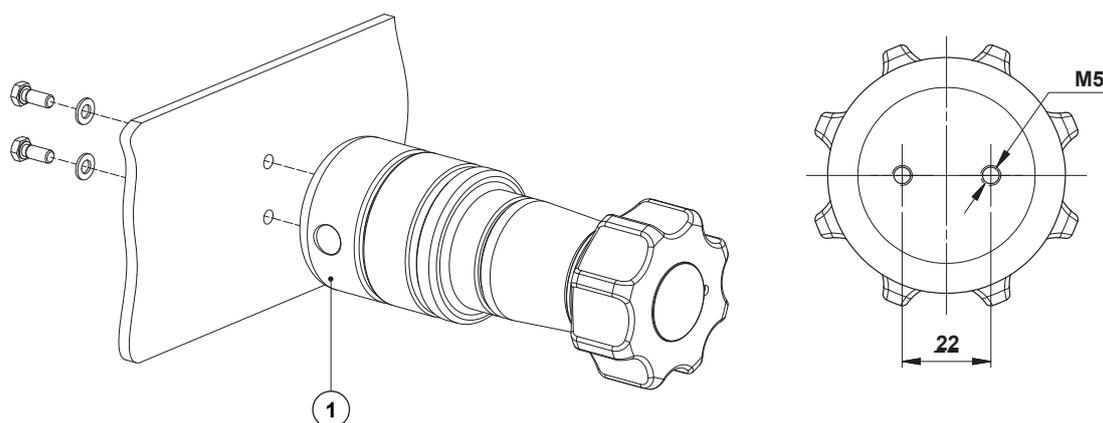

Abb. 3 - Montage von unten
Um den Druckregler mit den optionalen unteren Befestigungslöchern zu montieren, bohren Sie zwei $\text{\O}5,5$ mm Löcher im Abstand von 22 mm in die Montagefläche. Befestigen Sie das Gehäuse des Druckreglers (1) mit zwei M5-Unterlegscheiben und Schrauben (nicht im Lieferumfang enthalten) an der Oberfläche. Siehe Abb. 3.